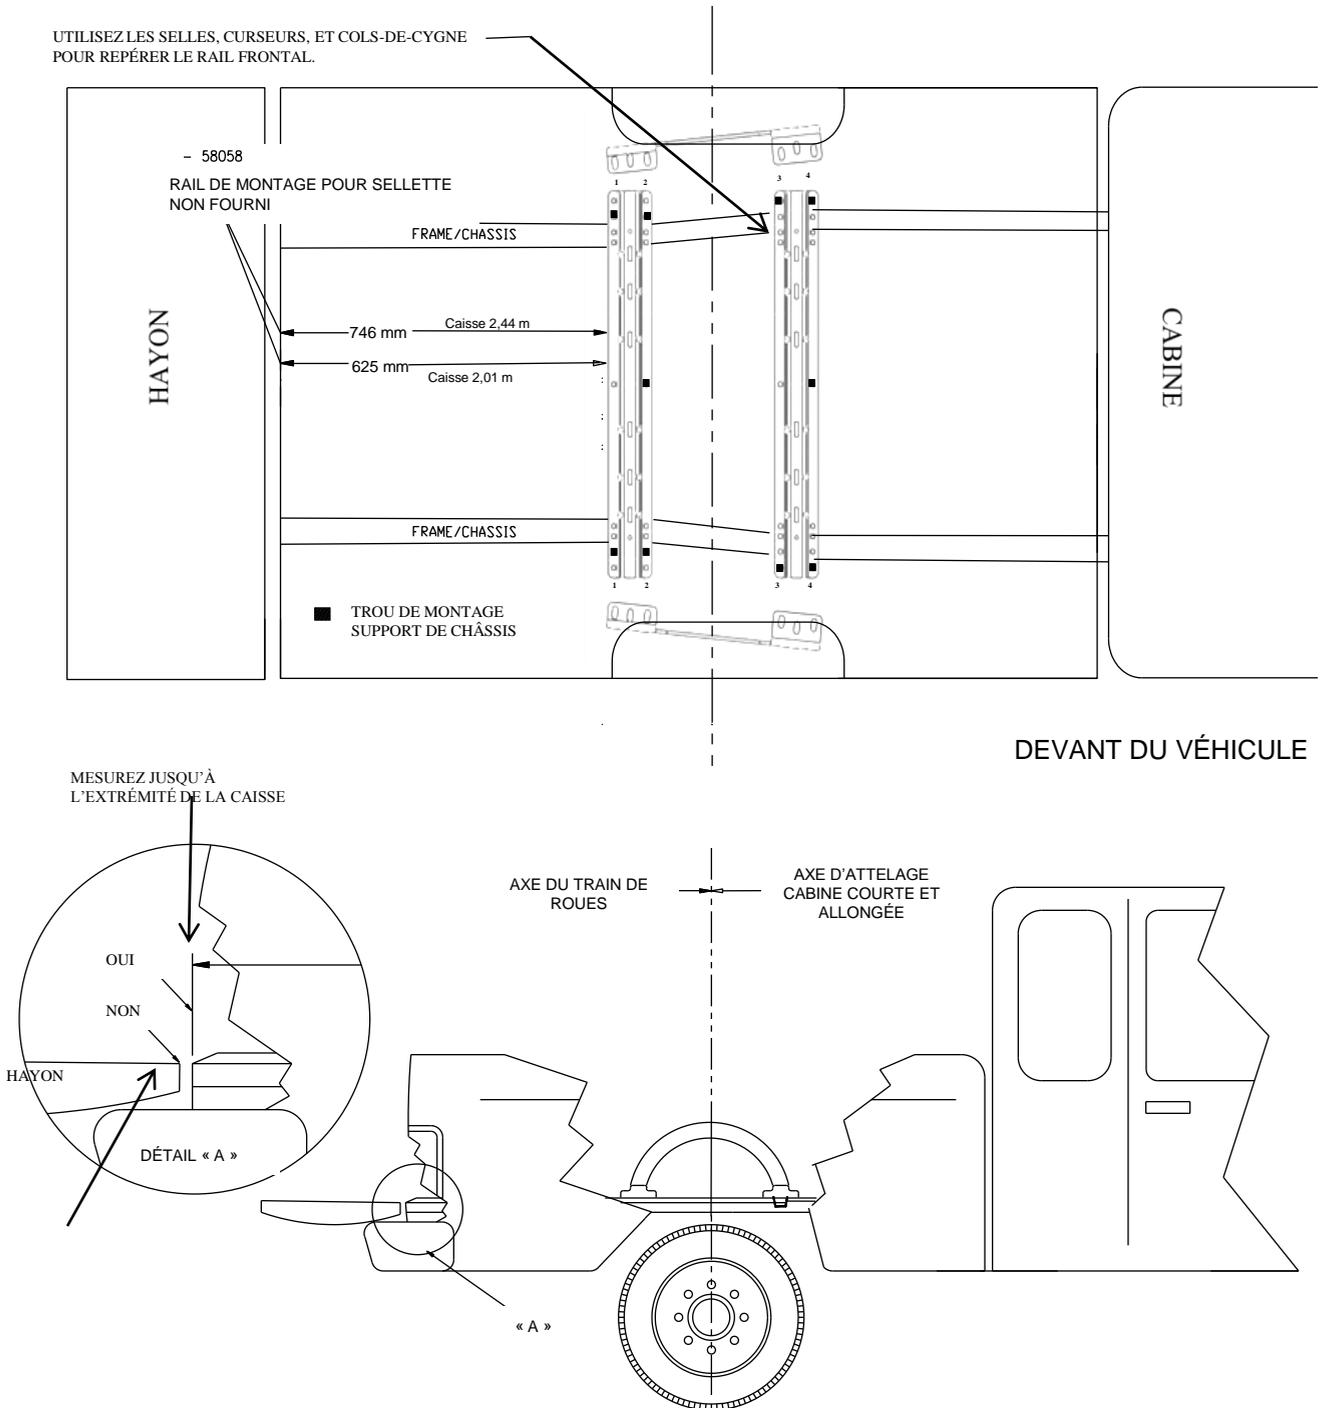

Figure 2
5. Placez un rail de montage sur la caisse du véhicule. Centrez le rail sur le plancher de la caisse du camion et utilisez le ruban à mesurer pour repérer la distance adéquate à partir du rail et vers le rebord arrière de la caisse du camion, comme illustré à la figure 2 de la page 2.
6. Utilisez un pointeau pour marquer les orifices au rail comme illustré. Utilisez un deuxième trou depuis l'extérieur comme illustré à la figure 2. Déplacez le rail pour permettre le perçage de chaque emplacement avec un foret de 3,1 mm.
12. Utilisez un pointeau pour marquer les orifices au rail comme illustré. Utilisez les trous extérieurs comme illustré à la figure 2. Déplacez le rail pour permettre le perçage de chaque emplacement avec un foret de 3,1 mm. Assurez-vous que les trous percés de 3,1 mm sont alignés avec les languettes des supports de châssis. Positionnez à nouveau les trous de 3,1 mm s'ils ne sont pas alignés.